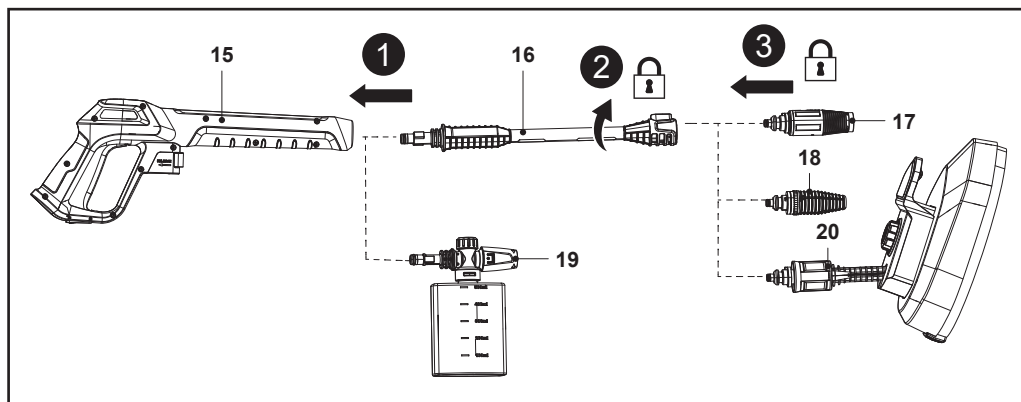

Fig. 3
1. Aliniazi și introduci extensia de lance (16) sau duza pentru recipientul cu detergent (19) în locul din pistolul pulverizator (15) (fig. 3, pasul 1).
2. Apăsă și rotești manual extensia de lance (16) sau duza pentru recipientul cu detergent (19) în sens orar pe pistolul pulverizator (15) ca să o strângi (fig. 3, pasul 2).
3. Aliniazi cele două proeminențe de pe duză cu fantele de pe extensia de lance (16), apoi introduci până la capăt duza turbo (17), duza reglabilă (18) sau peria de curățat terase (20) (fig. 3, pasul 3).